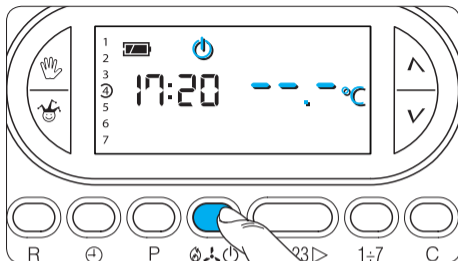

Fig. 42
12.2- Premere 2 volte il pulsante  (fig. 42).